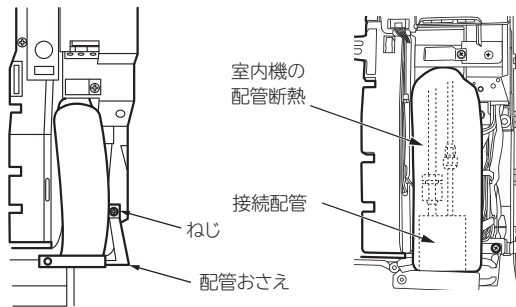

図1
- ① 配管接続後、図1のように接続配管が露出しないように室内機の配管断熱を被せます。